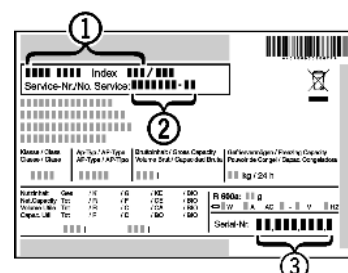

Fig. 19
- ▶ Leggere la denominazione dell'apparecchio *Fig. 19 (1)*, il n° assistenza *Fig. 19 (2)* e il n° di serie *Fig. 19 (3)* sulla targhetta identificativa. La targhetta identificativa è situata all'interno dell'apparecchio, sul lato sinistro.
- ▶ Informare il servizio di assistenza e comunicare il difetto, la denominazione dell'apparecchio *Fig. 19 (1)*, il n° assistenza *Fig. 19 (2)* e il n° di serie *Fig. 19 (3)*.